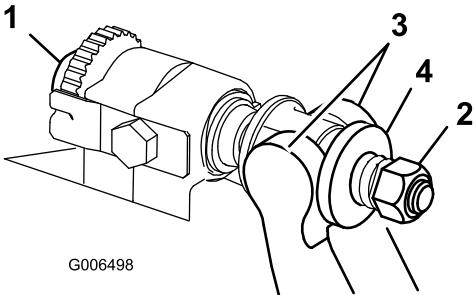

Рисунок 13
- Поверните регулировочный винт планки неподвижного ножа против часовой стрелки, чтобы отвести неподвижный нож от барабана (Рисунок 13).
- Отвинтите гайку затяжки пружины, чтобы ослабить давление шайбы на планку неподвижного ножа (Рисунок 13).